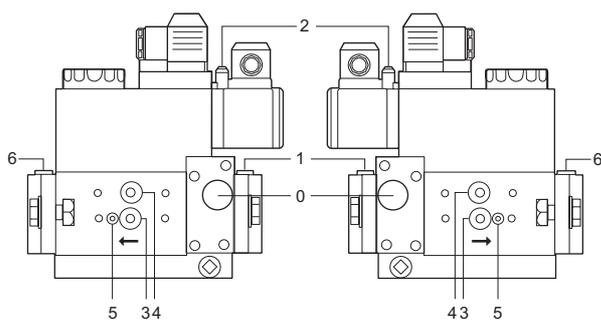
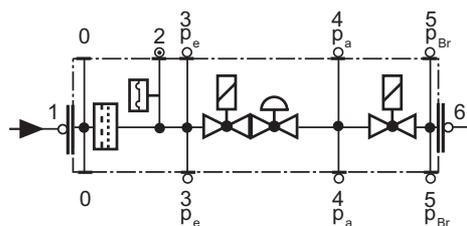

Fig. 19
Fig. 20
- Schimbați filtrul dacă diferența de presiune dintre prizele de presiune 1 și 3 (Fig. 19-Fig. 20) este  $\Delta p > 10$  mbar.;
- Schimbați filtrul dacă diferența de presiune dintre prizele de presiune 1 și 3 (Fig. 19-Fig. 20) este de două ori mai mare comparată cu cea de la ultima verificare;